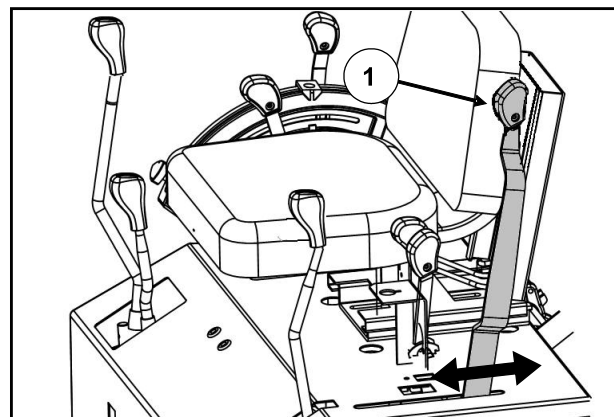

Fig. 4-18
Svrha pogona na prednjim točkovima je da se poveća vučna snaga na neravnom terenu, blatu klizavim površinama, itd. Kontrolna ručica ①, Fig 4-18 koristi se kako bi se isključivao i uključivao prednji pogon, Oba manevra mogu se izvesti dok se traktor kreće pravolinijski i nikada kada je pod opterećenjem.